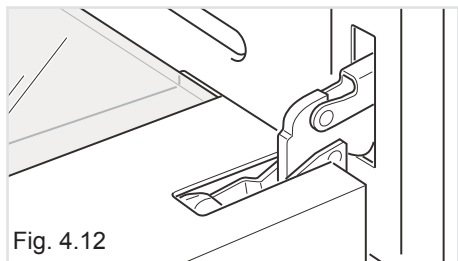

Fig. 4.12
- Aprire completamente la porta del forno (fig. 4.12).